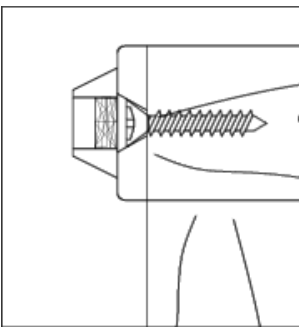

Figura 1
- 2) PARA MONTAR LAS PLACAS DE MUEBLE:** Coloque el mueble cerca de la pared en su posición final. Utilice cinta adhesiva o lápiz para transferir la ubicación de las vigas en la pared al mueble. Mueva el mueble nuevamente para poder acceder a la parte trasera y utilizar las marcas para ubicar un lugar adecuado para colocar las placas del lado del mueble. Asegurese que la placa está ubicada en una parte firme y del mueble y tan alto como sea posible. Recuerde: La placa del mueble debe colocarse cerca de una viga en la pared. Utilice un lápiz, y la placa de montaje como guía, coloque "marcas de tornillos" en el mueble a través de los agujeros en la placa de montaje. Utilice una mecha de taladro de 3/32" para perforar agujeros piloto en las "marcas de tornillos". Utilice DOS tornillos cortos para asegurar la placa en el mueble. Estaplaca puede colocarse en posición vertical u horizontal como se a necesario. (Vea Figura 1).